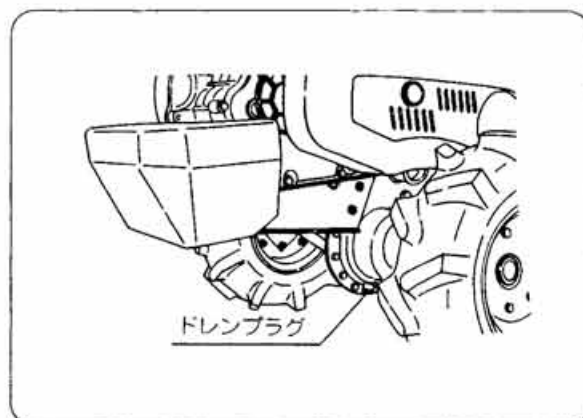

図48
- ① 排油口のドレンプラグを外して、汚れたオイルを流し出してください。(図48)
- ③ 汚れたオイルが完全に無くなったならドレンプラグを確実に締付けてください。(図48)
- ④ 機体を水平にしてください。
- ⑤ 給油口からミッションオイルSAE90番をゆっくりと流し込んでください。(図48)